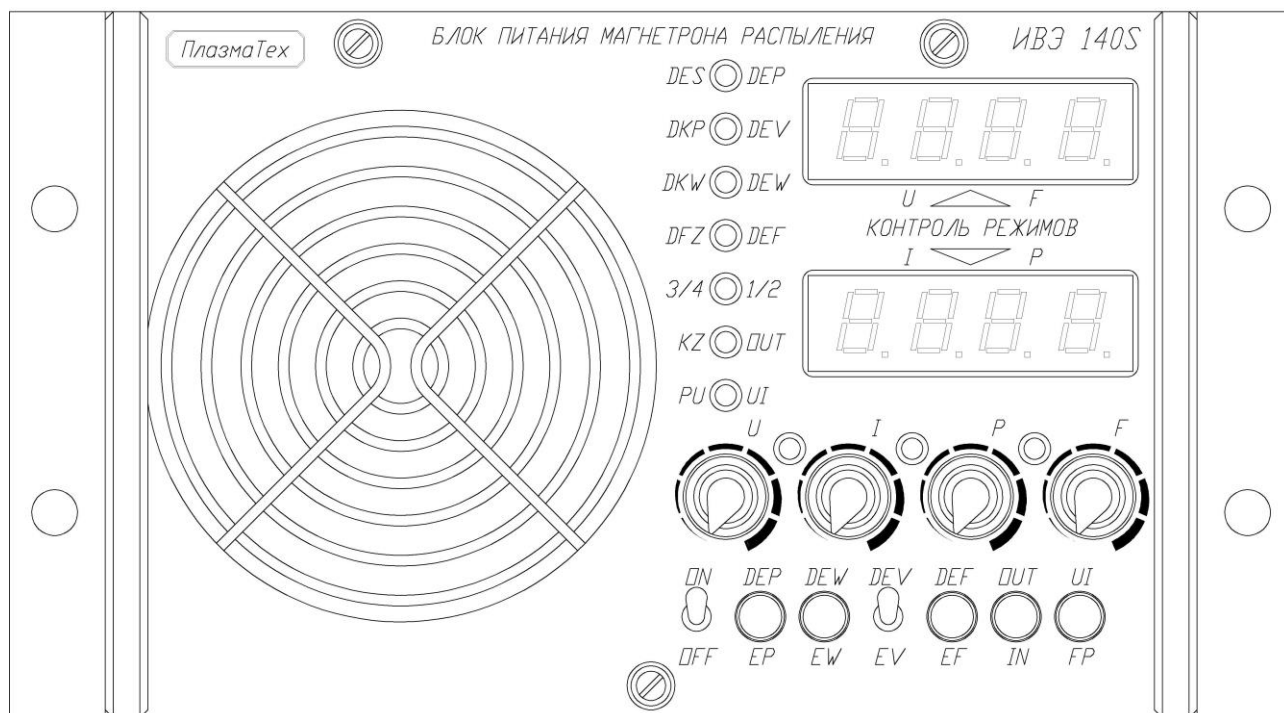
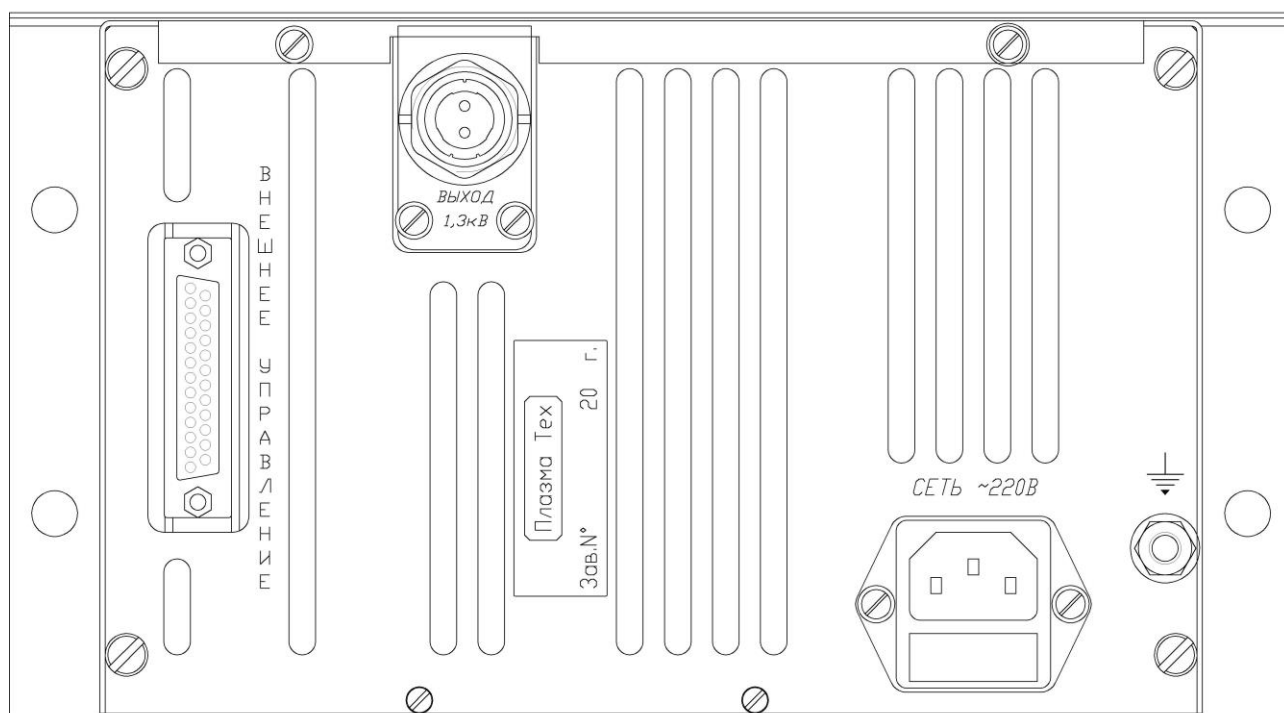
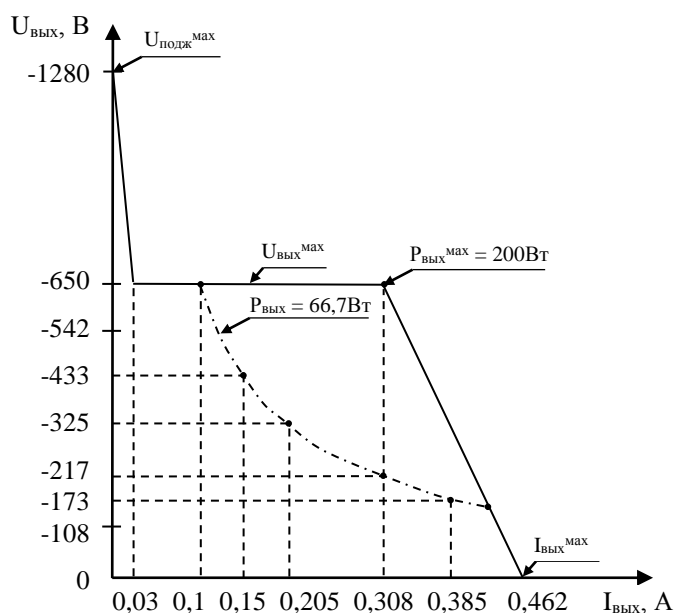

Рис.1. Вид спереди на блок «ИВЭ-140S».
Рис.2. Вид сзади на блок «ИВЭ-140S».
Рис.4. Выходная «ВАХ».
Блок выполнен в конструктиве «Евромеханика», высотой «3U» (вид спереди см. рис.1, вид сзади см. рис.2).
7.1. Перед началом работы внимательно изучите настоящее техническое описание и ознакомьтесь с расположением органов ручного управления на передней панели блока (см. рис.1), и последовательностью их применения.
Изучите функциональное назначение тумблеров, кнопок, светодиодов-индикаторов, индикаторов и ручек-регуляторов на блоке «ИВЭ-140S» пользуясь, рис.1 или самим блоком и нижеприведённой расшифровкой их названий:
8.2. Переверните тумблер «ON/OFF» в верхнее положение и блок включится «по сети», о чем свидетельствует свечение двух 3,5-разрядных семисегментных светодиодных индикаторов контроля данных «УИ» (см. рис.1). Кроме этого засветятся ещё и все остальные светодиоды-индикаторы зелёным цветом.
8.4. Блок питания может работать в следующих режимах стабилизации выходных параметров: **напряжения, тока и мощности**. Состояние режима стабилизации блока, как указывалось выше, отображается зелёным свечением светодиодов-индикаторов «U», «I», «P» на его передней панели (см. рис.1.). Переход из одного режима стабилизации в другой осуществляется автоматически в зависимости от импеданса нагрузки и заданных опорных величин напряжения, тока и мощности в пределах выходных «ВАХ» приведённых на рис.4.